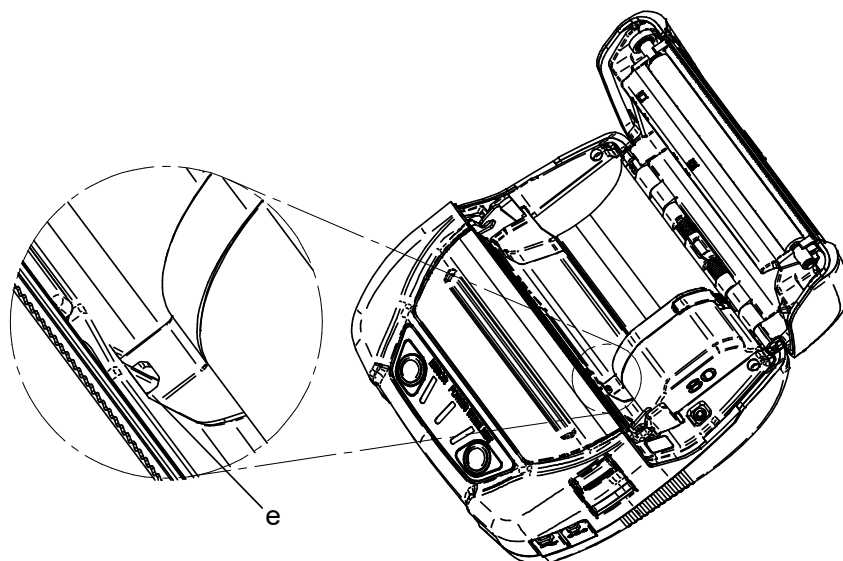

Figura 13-5 Instalação da divisória (2)
1. Alinhar a patilha da divisória "e" com a ranhura da impressora "E", como mostrado na Figura 13-5.